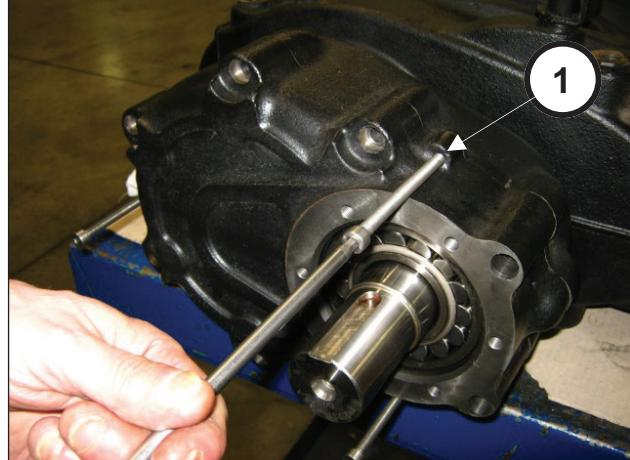

Fig. 8
Avvitare gradualmente le 3 viti M8 (pos. ①, Fig. 8) con la funzione di estrattori e contemporaneamente, utilizzando l'apposito attrezzo (cod. 27884700), battere sullo stesso in modo che il cuscinetto rimanga sul pignone durante l'estrazione del coperchio (pos. ①, Fig. 8/a).